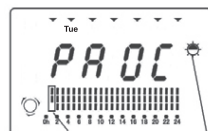

fig. 14
- Funcționare în modul „Confort -1” Marți de la ora 0:00 până la ora 01:00 dimineață (fig.14)